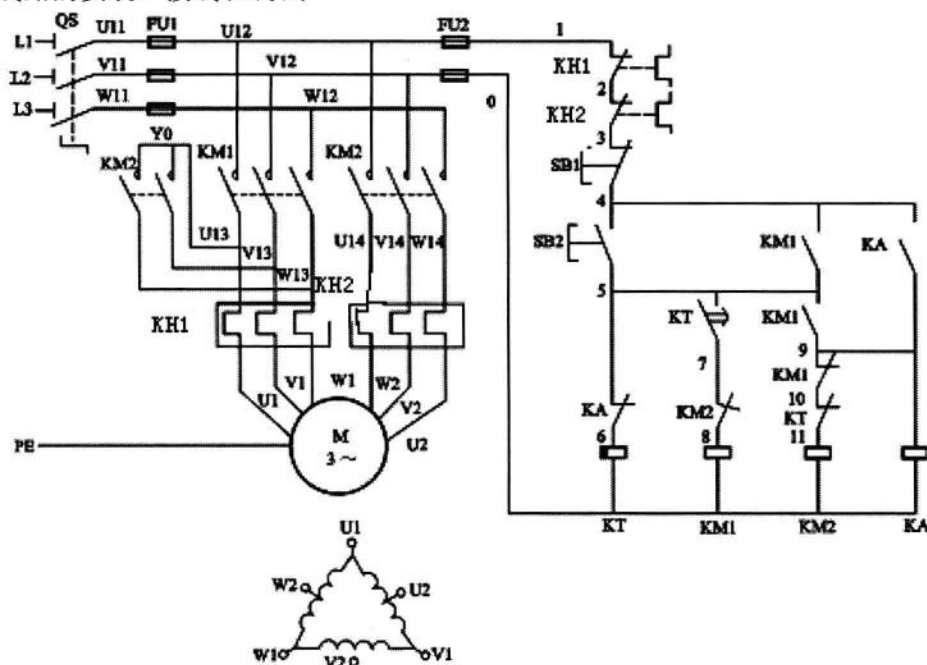

图 1.1.4-1
- (1) 考试时间: 120 分钟
- (2) 考核方式: 实操+笔试
- (3) 本题分值: 35 分
- (4) 具体考核要求: 按照电气安装规范, 依据图 1.1.4-1 正确完成三相交流双速电动机控制线路的安装、接线和调试
(5) 按照电气安装规范，依据图 1.1.4-1 正确完成三相交流双速电动机控制线路的安装和接线；
(6) 通电试运行。